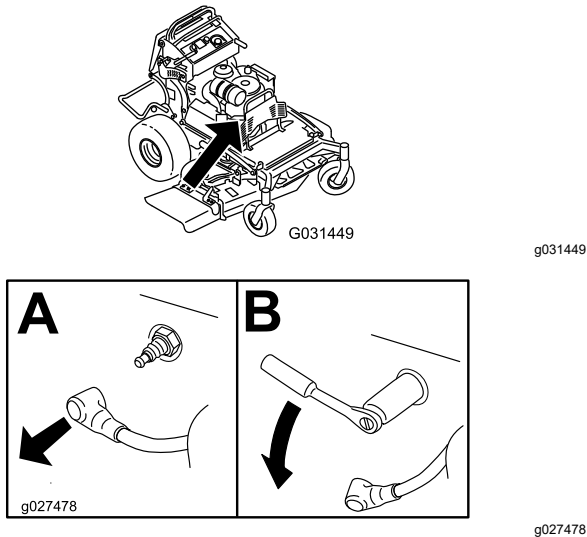

Figure 44
3. Déposez la bougie, comme montré à la Figure 44.